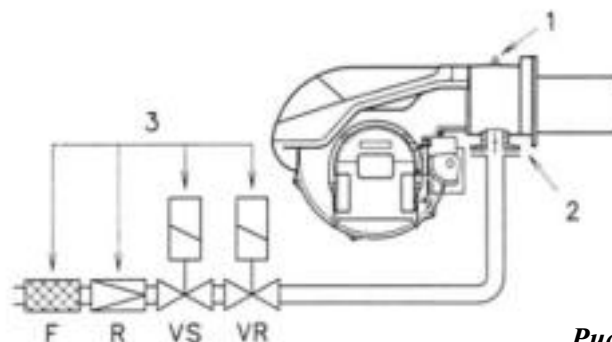

Рис. 6
Давление измеряется на штуцере 1 (рис. 6) при следующих условиях:
Потери давления на газовом клапане 2 (рис. 6) в максимально открытом положении — 90°.
Потеря давления в рампе 3 (рис. 6), включающей: регулировочный клапан VR, предохранительный клапан VS (оба полностью открыты), регулятор давления R, фильтр F.
- Вычесть давление в камере сгорания из давления газа на штуцере 1 (рис. 6);
- Давление газа на штуцере 1 (рис. 6) = 8 мбар
Наоборот, чтобы по известной желаемой мощности горелки на 2-й ступени определить давление, которое должно создаваться на штуцере 1 (рис. 6), нужно:
- $5 + 3 = 8 \text{ мбар}$  составляет требуемое давление газа на штуцере 1 (рис. 6).